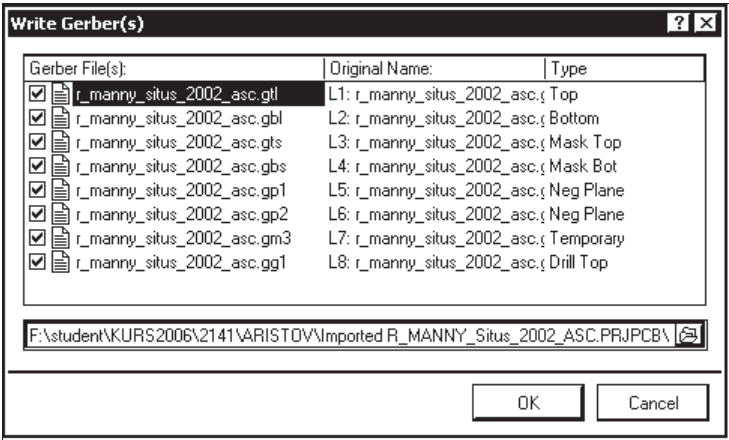

Рис. 10.16. Сводка фотошаблонов для вывода на фотоплоттер
3. Щелчком на кнопке **OK** завершить настройку формата выходных данных — откроется окно **Write Gerber(s)** (Записать Gerber-файлы) (рис. 10.16). В центральном поле окна располагается список всех Gerber-файлов, подготовленных к экспорту. Редактирование записей в этом списке невозможно.